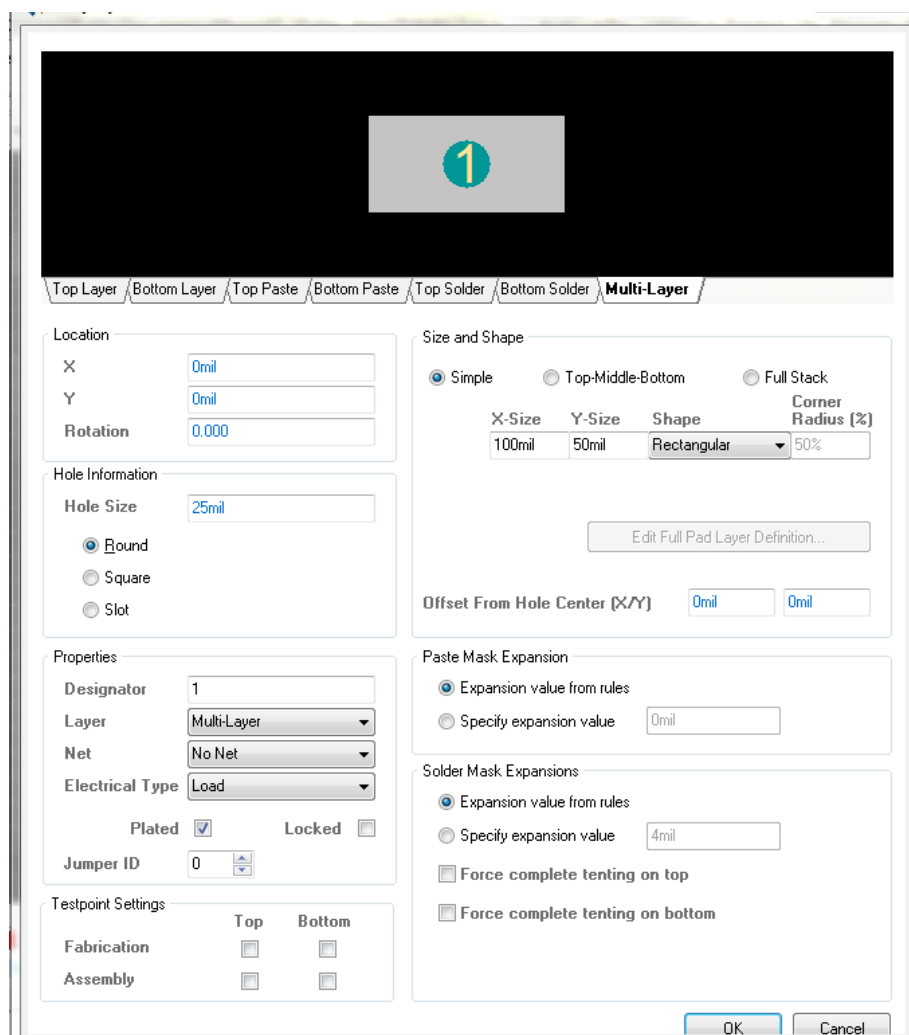

Figure 22: Modification des pads
- La modification des pads existants se fait en double cliquant sur le pad (cf. Figure 22). Dans la zone *Properties*, vous trouvez le champ Designator (le « nom » du pad) ; il est judicieux d'utiliser des numéros correspondant à ceux de la schématique. Vous avez aussi le champ *Layer* qui permet notamment de définir un pad traversant (avec un trou pour passer la patte du composant) allant du *top layer* au *bottom layer* (*Multi-layer*) ou un pad sur une seule face (soit *top*, soit *bottom*) dans le cas de composants SMD (Surface Mount Device, ou CMS en Français). Dans le cas d'un composant traversant, la zone *Hole Information* permet de définir le trou. Enfin, les zones *Location* et *Size and Shape* permettent de positionner le pad ainsi que de définir ses définitions.